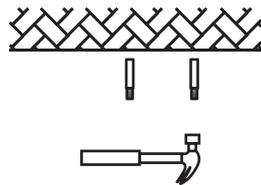

Figure 6
4. Utiliser un marteau pour installer les vis d'expansion dans les trous percés. (Voir figure 6)